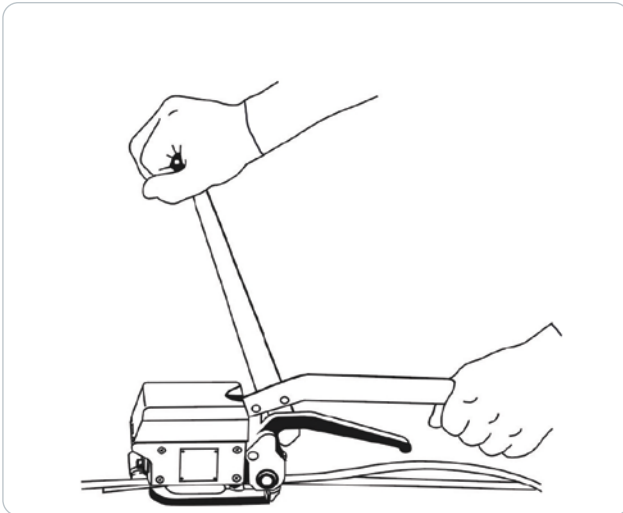

Figura 3
5. Tenere il dispositivo per la leva di punzonatura con la mano sinistra. Muovete la leva di tensione destra avanti e indietro fino a raggiungere la tensione desiderata (Figura 3).